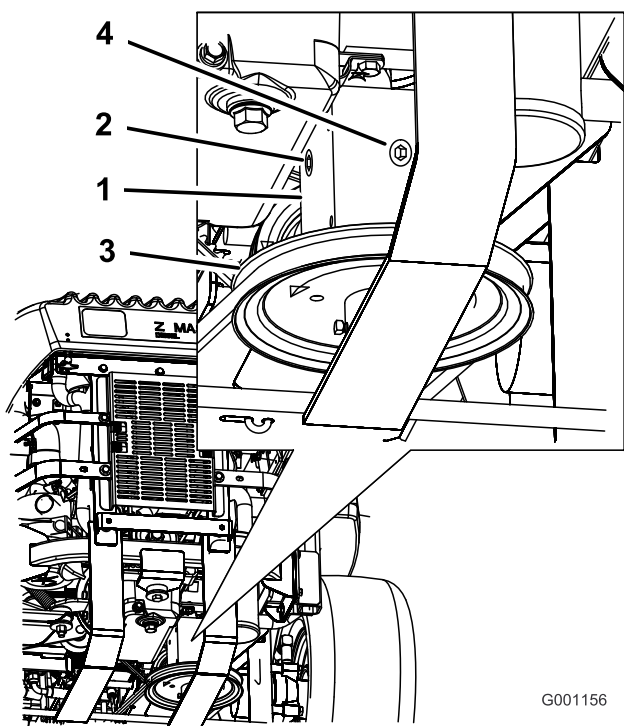

Bild 75
3. Nehmen Sie die Prüfschraube an der Seite oder hinten am Getriebe ab (**Bild 75**).